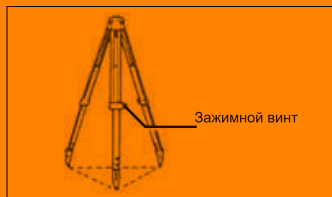

РИСУНОК 1
1. Развяжите ремень вокруг ножек штатива и освободите зажимные винты (Рис.1)